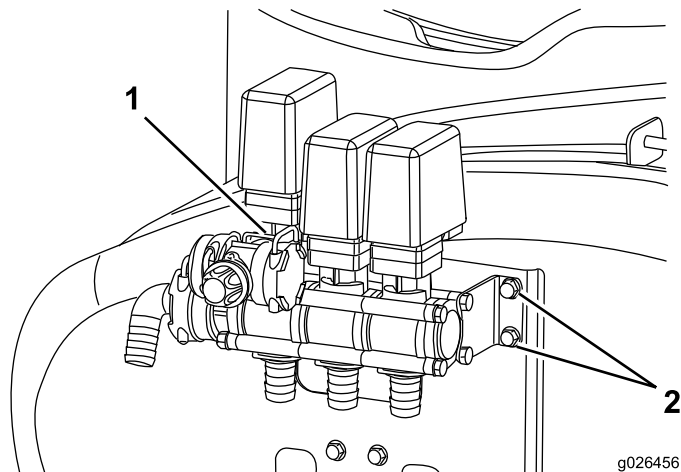

Figur 1
3. Afmonter de elektriske tilslutninger og alle slangetilslutninger (Figur 1).